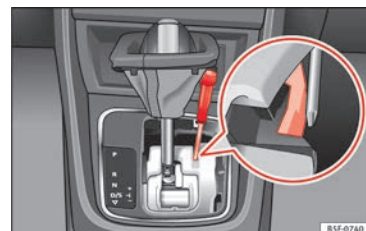

Fig. 55 Palanca selectora: desbloqueo de emergencia en la posición de aparcamiento.
- Con ayuda de un destornillador, presione lateralmente la pestaña amarilla de desbloqueo y manténgala presionada » » **fig. 55** .